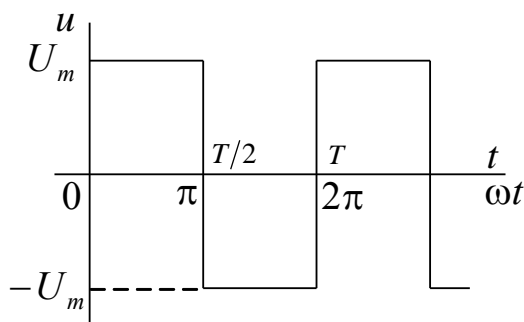

Рис. 1.1. Входное напряжение
В опытах исследуют электрические цепи с напряжением на входе в форме знакопеременных прямоугольных импульсов (рис. 1.1).
1) Включить тумблер *Сеть* модуля *Функциональный генератор*. Переключатель *Форма* модуля *Функциональный генератор* установить в положение  $\sqcap$ , что соответствует форме  $u(t)$  на рис. 1.1. Регулятором *Частота* установить частоту  $f = 50$  Гц. Регулятором *Амплитуда* установить величину амплитудного (действующего) значения напряжения  $u(t)$  8 – 10 В (по показанию вольтметра в блоке *Цифровые индикаторы*).
1) Включить тумблер *Сеть* модуля *Функциональный генератор*. Переключатель *Форма* модуля *Функциональный генератор* установить в положение  $\square$ , что соответствует форме  $u(t)$  на рис. 1.1. Регулятором *Частота* установить частоту